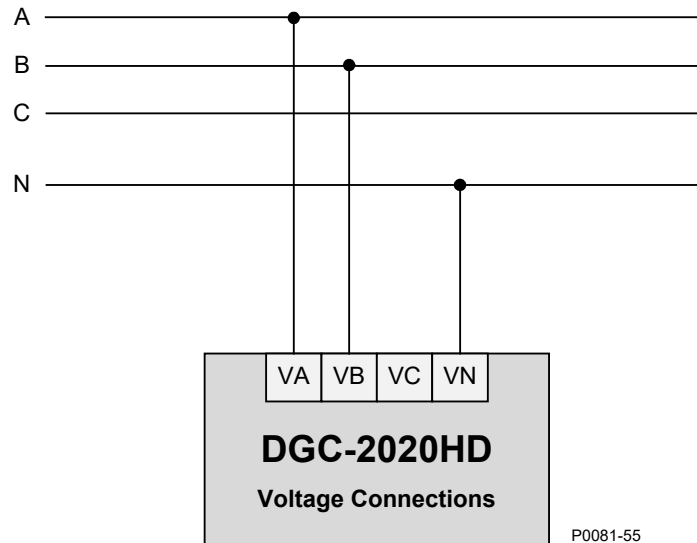

Abbildung 3-4. Einphasen A-B Anschlüsse
- Eine Phase A-BAbbildung 3-4
Abbildung 3-4 zeigt typische Einphasen A-B Anschlüsse für alle DGC-2020HD Anschlüsse zur Busspannungsmessung: Generator, Bus 1 und Bus 2. Verwenden Sie die unten aufgelisteten Klemmennummern zum Anschließen des gewünschten Bustyps. Konsultieren Sie das Kapitel *Klemmen und Steckverbinder* für die Nummerierung der Klemmen auf der hinteren Schalttafel.